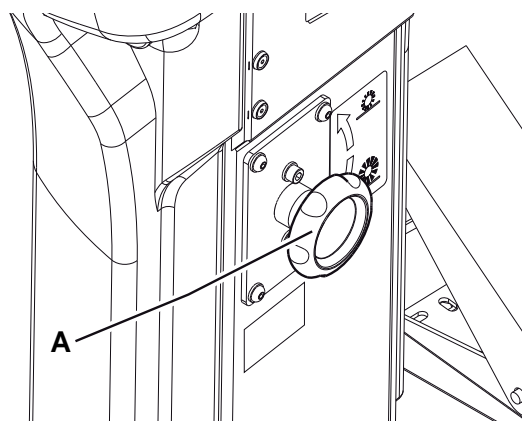

Figure 4
- Tourner la poignée (A, Fig. 4), en considérant que :
- Pour réduire la largeur de la trace, il faut soulever le balai au moyen du levier (73) et tourner la poignée dans le sens des aiguilles d'une montre.